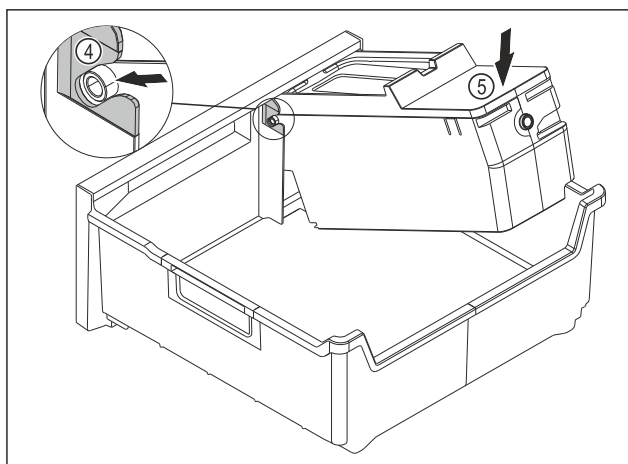

Fig. 80
- ▶ Montare il corpo dell'EasyTwist-Ice: Inserire gli assi del corpo dell'EasyTwist-Ice nelle guide Fig. 80 (4).
- ▶ Spingere il corpo dell'EasyTwist-Ice Fig. 80 (5) posteriore verso il basso.